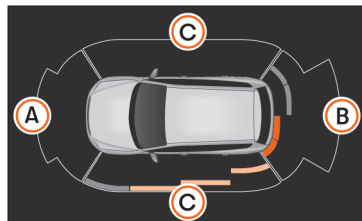

Abb. 118 Anzeige der Einparkhilfe auf dem Bildschirm des Infotainment-Systems.
Im Stoßfänger befinden sich Sensoren. Wenn sie ein Hindernis erkennen, weisen sie durch akustische und optische Signale im Infotainment-System darauf hin >>> [Abb. 118].
Um vollständig die Fahrzeugumgebung darstellen zu können, muss das Fahrzeug einige Meter nach vorn bzw. nach hinten bewegt werden. Die fehlenden Bereiche werden abgetastet und vorhandene Hindernisse in den seitlichen Bereichen des Fahrzeugs >>> [Abb. 118] (C).